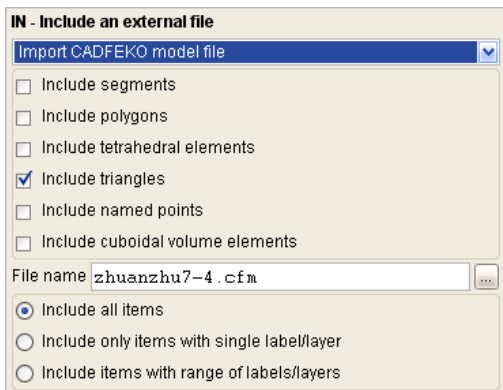
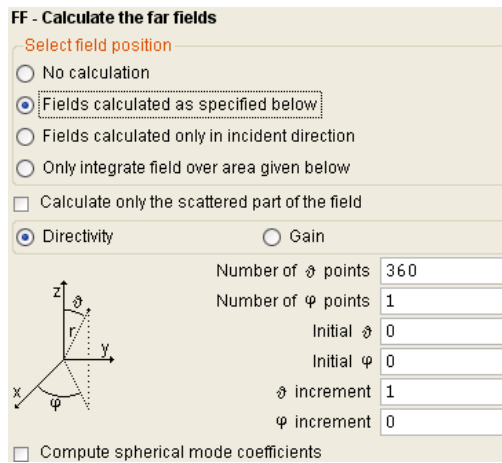

图 7-64 只读入三角形单元
图 7-72 定义远场
(3) 在 CADFEKO 中运行 POSTFEKO，然后在 POSTFEKO 中运行 EDITFEKO，在 EDITFEKO 中定义介质参数和馈源，如图 7-64 至图 7-72 所示。